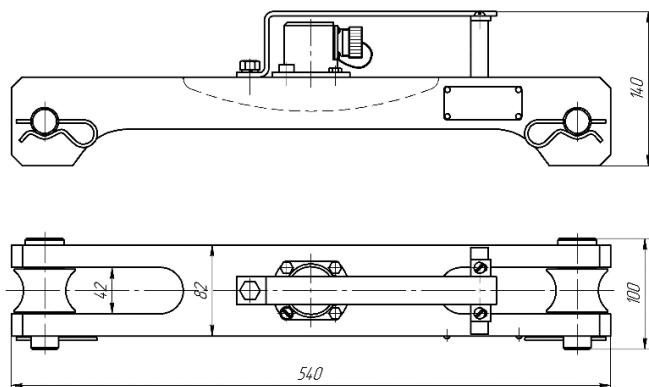

Рисунок 5. Габаритные и присоединительные размеры ДН-130 (на канат 35-38 мм)
- габаритные и присоединительные размеры на технологическом объекте соответствуют размерам ДН-130 (см. рисунок 5);